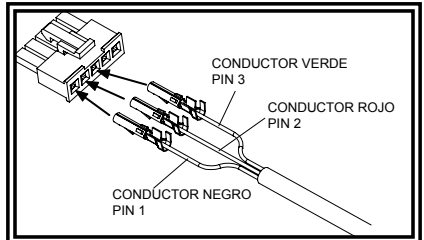

Figura 3
6. Gire hacia arriba el conector del pin e inserte los pines en el conector como se muestra en la figura 3.